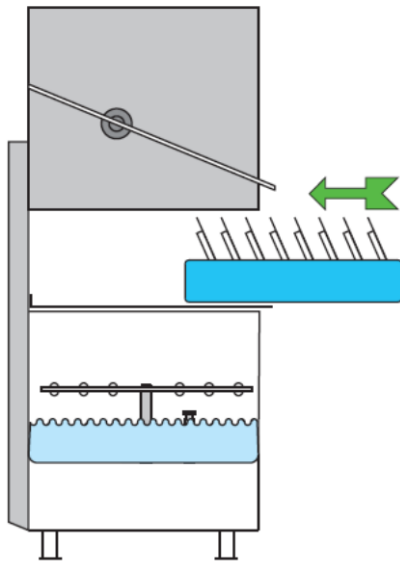

Fig 5.1.2
- 13 Plaats nu de korf met de te wassen afwas. Plaats de borden zoals de afbeelding aangeeft bij fig 5.1.2.